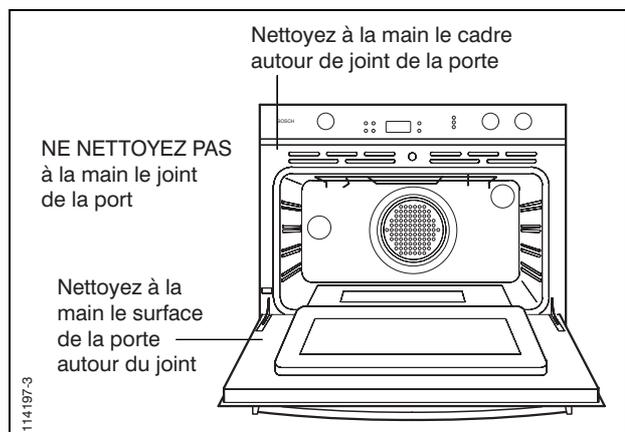

Figure 12.
Assurez-vous que le four est froid et à l'aide d'un tampon nettoyant en plastique non-abrasif et d'eau savonneuse, nettoyez cette surface. Celle-ci doit être nettoyée à la main car autour du joint, la surface ne chauffe pas assez pour brûler toutes les souillures (voir Figure 12).
- Nettoyez le cadre autour de la porte et du joint de porte (voir Figure 12). Ne nettoyez pas le joint à la main car vous pourriez déplacer ou endommager le joint. Les surfaces autour du joint doivent être nettoyées à la main car elles ne chauffent pas assez durant l'**auto-nettoyage** pour brûler toutes les souillures.